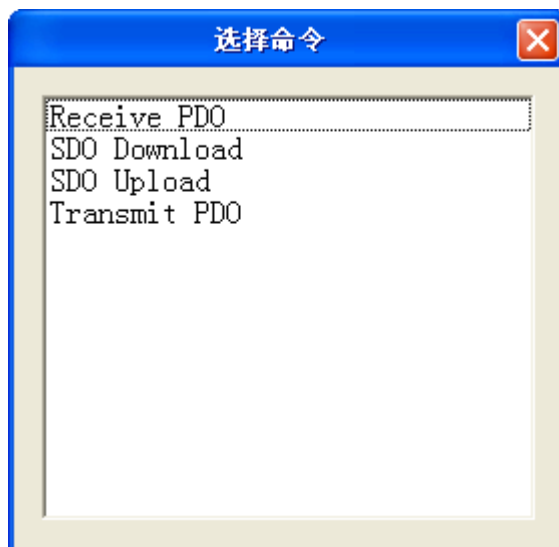

图6: 选择命令对话框
3) 增加命令操作：在节点上单击鼠标左键，然后执行增加命令操作，为该节点添加命令。弹出如下选择命令对话框，供用户选择，如图6所示：